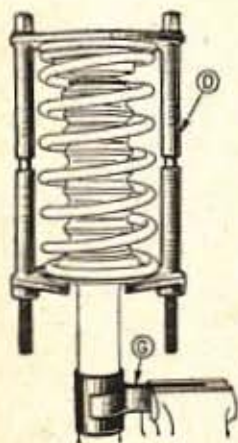

Fig. 145. — Fixation du bras avant sur bras arrière
- Serrer l'écrou de fixation du bras AV sur bras AR de 3 à 4 m.kg. Freiner dans les deux fraisages (fig. 145).